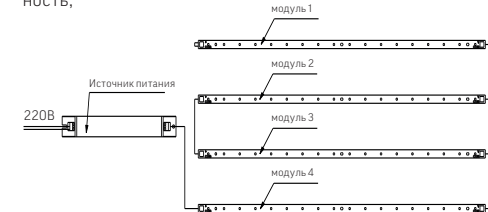

Рисунок 1. Подключение светильника к сети электропитания.
- ▶ Предварительно отключив питающую сеть, подключите светильник к сети 220V через клеммные колодки на источнике питания, в соответствии с маркировкой. См. Рисунок 1;
- Предварительно обесточив провод, подключите источник питания светильника к сети 220V через клемные колодки в соответствии с маркировкой. См. Рисунок 1;